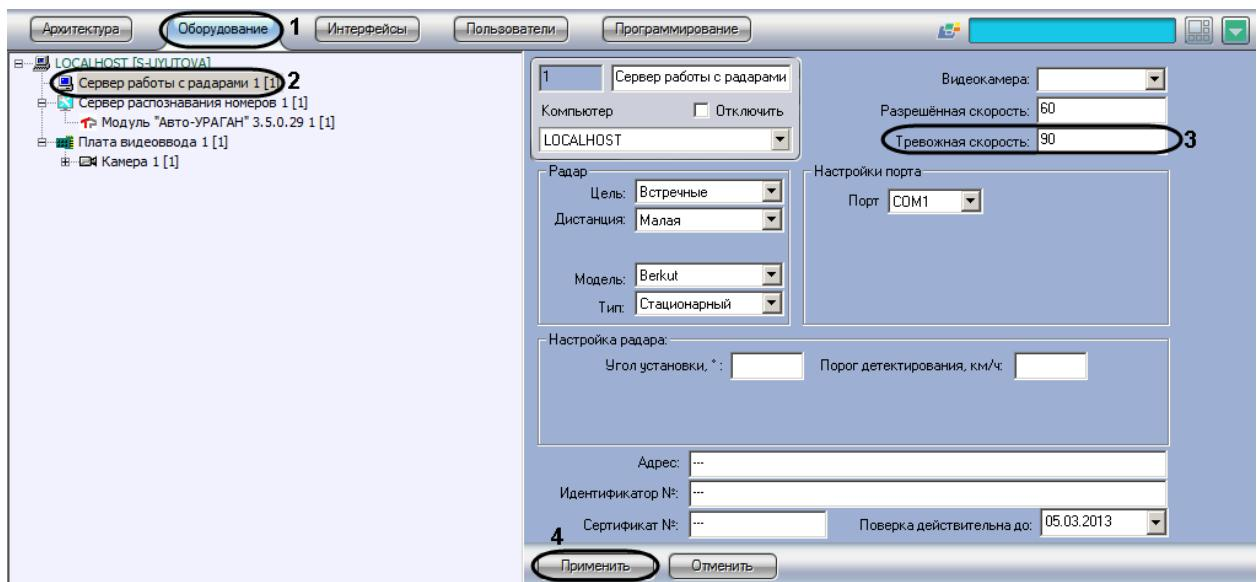

Рис. 7.3—3. Указание допустимой скорости движения транспортных средств
2. В дереве объектов на вкладке «Оборудование» выбрать объект «Сервер работы с радарами», соответствующий настраиваемому программному модулю «Радар» (см. Рис. 7.3—3, 2). В правой части вкладки «Оборудование» отобразится панель настройки выбранного объекта.
3. В поле «Тревожная скорость» ввести максимально допустимую скорость движения транспортных средств (см. Рис. 7.3—3, 3). Параметр выражается в км/ч.
4. Нажать кнопку «Применить» (см. Рис. 7.3—3, 4).